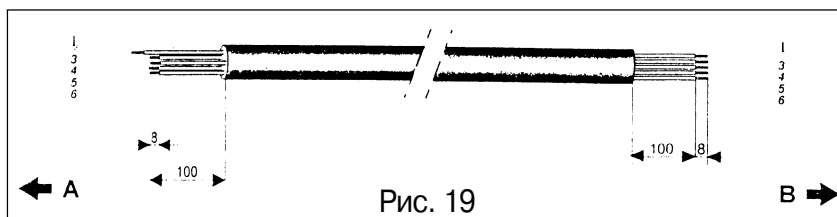

Рис. 19
2. Подготовьте концы многожильного кабеля (3) для присоединения к клеммам, как показано на рис. 19.